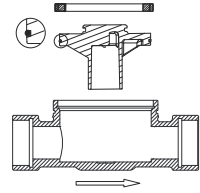

Abb. 1
- 1.4. Nach Abkühlen den Deckel mit aufgezogenem O-Ring einsetzen. Unbedingt darauf achten, dass der O-Ring in der Nut des Deckels richtig positioniert ist (Abb. 1). Den Deckel sorgfältig dicht schrauben.